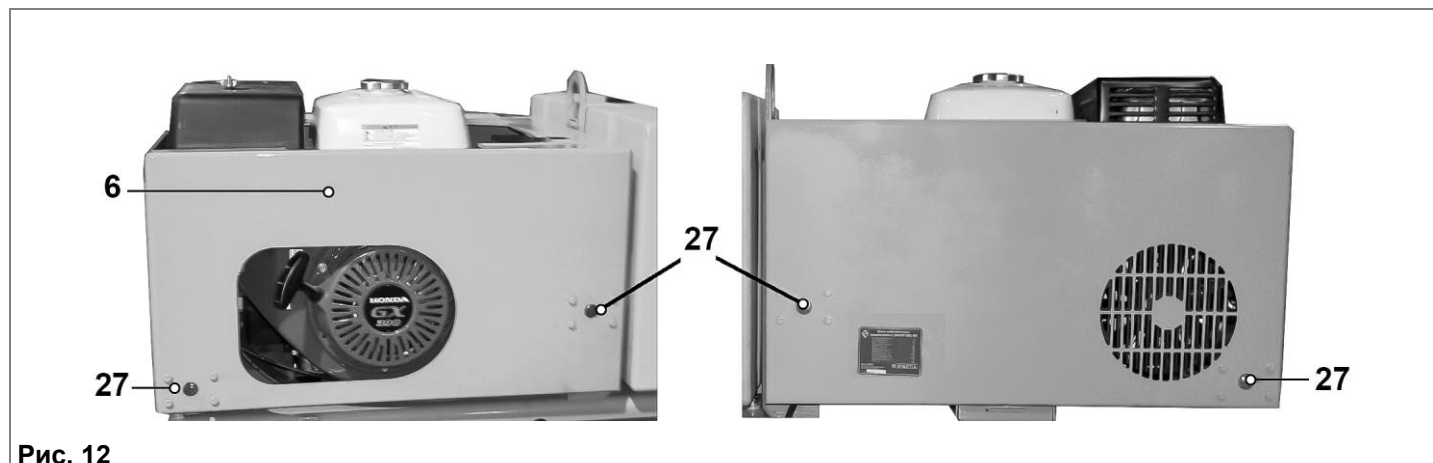

Рис. 12
8.1.2. Для проверки уровня масла в картере двигателя снимите капот (6). Для этого открутите четыре болта (27) (Рис. 12, 13).
8.1.9. Установите капот (6) на место, зафиксируйте его четырьмя болтами (27) (Рис. 12, 13).